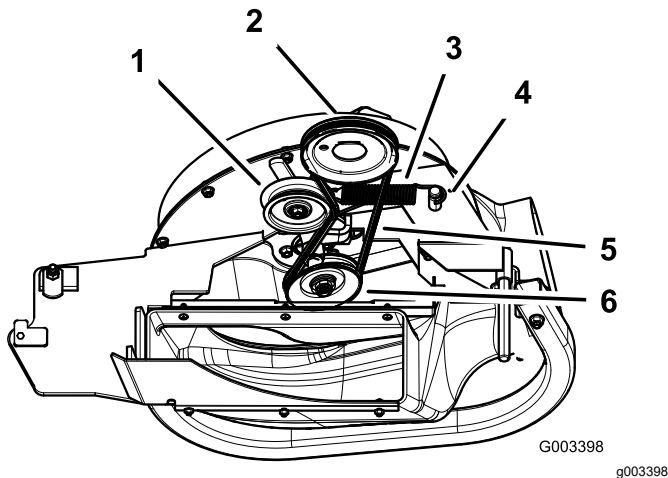

Figure 15
1. Sur les plateaux de 152 et 183 cm, chaussez la courroie sur la poulie de ventilateur (Figure 15).